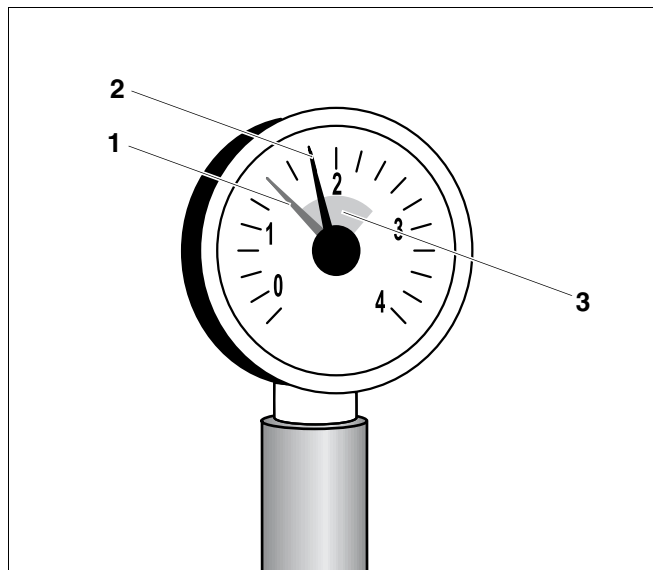

Fig. 5 Manómetro para instalaciones cerradas
En las instalaciones de calefacción cerradas, la aguja del manómetro (fig. 5, **pos. 2**) debe encontrarse dentro de la marca verde (fig. 5, **pos. 3**).
La aguja roja (fig. 5, **pos. 1**) del manómetro debe estar ajustada a la presión necesaria para la instalación de calefacción. El técnico especialista ajustará la presión necesaria.
- Compruebe si la aguja del manómetro (fig. 5, **pos. 2**) se encuentra dentro de la marca verde (fig. 5, **pos. 3**).
Si la aguja del manómetro (fig. 5, **pos. 2**) desciende de la marca verde (fig. 5, **pos. 3**) la presión de agua de la instalación de calefacción es insuficiente. Deberá añadir agua de relleno para compensar el agua de calefacción perdida.
- Añada agua de relleno a través de la llave de vaciado y de llenado hasta que la aguja del manómetro (fig. 5, **pos. 2**) se encuentre dentro de la marca verde (fig. 5, **pos. 3**).